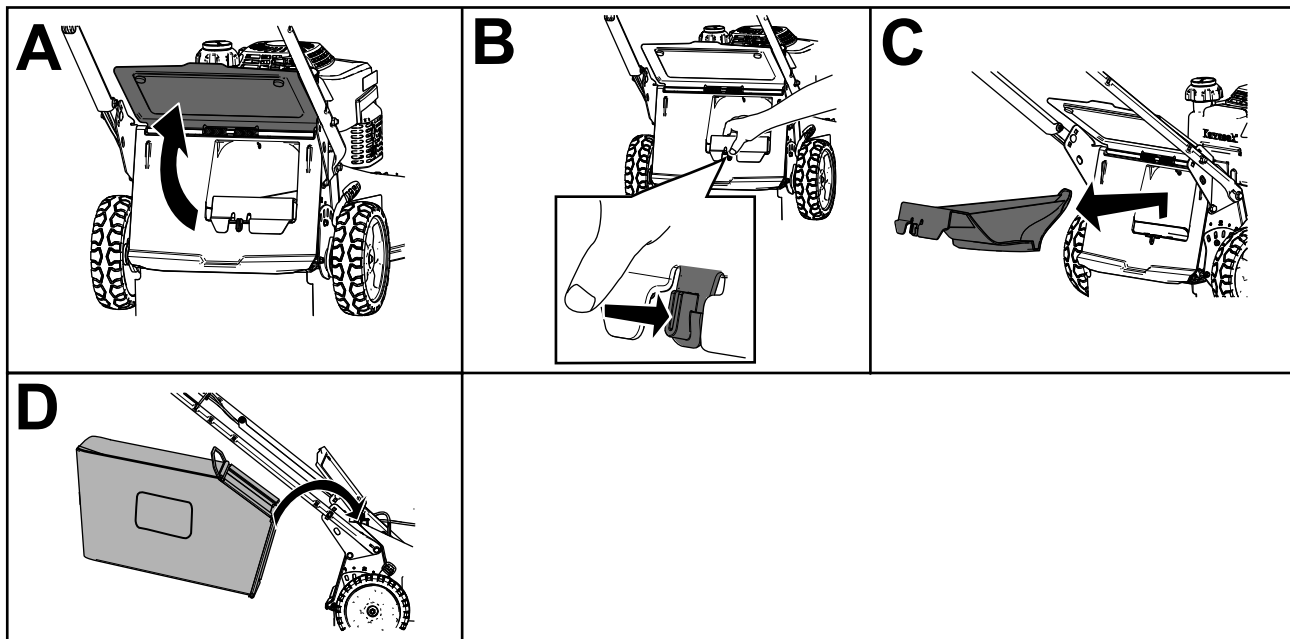

Figura 16
2. Levante y sujete el deflector trasero (Figura 16, A).
3. Retire el tapón de descarga trasera presionando el enganche hacia dentro con el dedo pulgar y extrayendo el tapón de la máquina (Figura 16, B y C).
4. Inserte los extremos de la varilla de la bolsa en las muescas de la base del manillar, y mueva la bolsa hacia adelante y hacia atrás para verificar que los extremos de la varilla están asentados en el fondo de cada muesca (Figura 16, D).